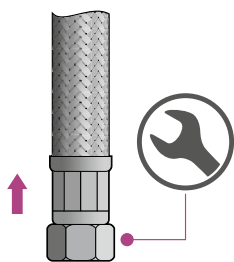

Рис.1
2. Подставьте таз под то место, где планируется ставить переходник. Самое удобное место для монтажа – это соединение водопроводной трубы с подводкой к смесителю. Эта подводка, как правило, гибкая. Ослабьте обжимную гайку подводки и дайте оставшейся в трубе воде вылиться в таз. Открутите гайку до конца (рис. 1).